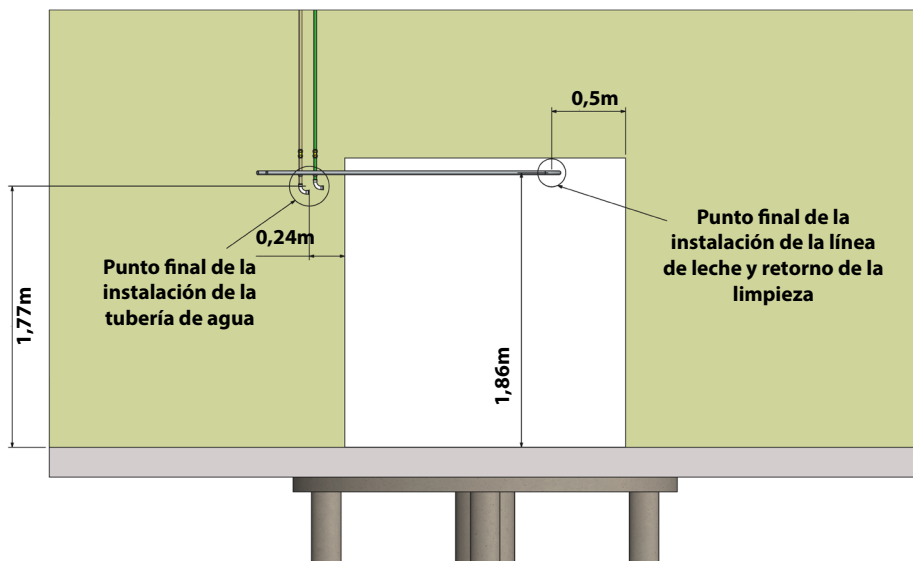
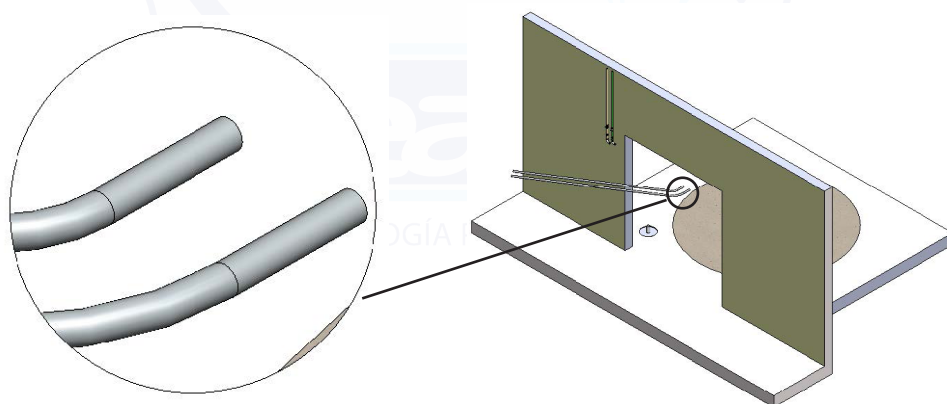
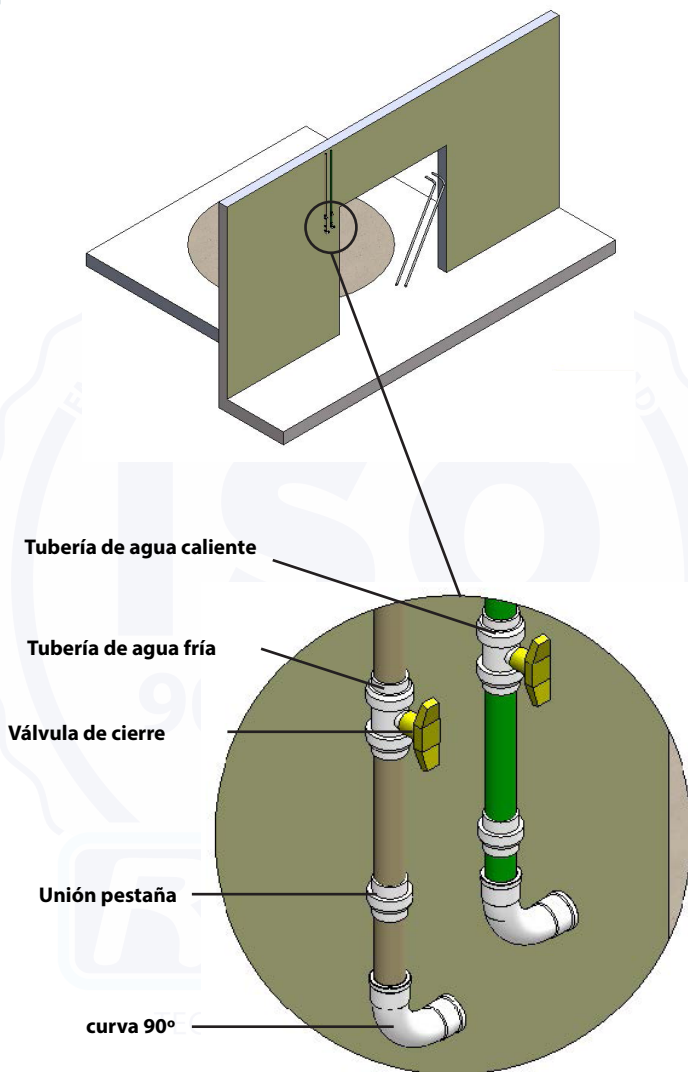

Fig. 2 - detalle de la tubería de agua y línea de leche
Fig. 2.1 – tubería de leche y limpieza
Fig. 2.2 - Tubería de agua
- El cliente es responsable por instalar la tubería de agua caliente y fría próxima del abrigo, ilustrado em la Fig. 2 y detallado en la Fig. 2.2
- Cada línea de agua debe contener los siguiente elementos: tubería de 20 milímetros, válvula abre/cierra, unión pestaña y curva de 90°, conforme la Fig. 2.2
- La posición correcta de la tubería de agua está detallada en la Fig. 2.
- La tubería de la línea de leche y retorno para limpieza de la ordeñadera debe ser instalada próximo al abrigo, ilustrado en la Fig. 2 y más detalles en la Fig. 2.1